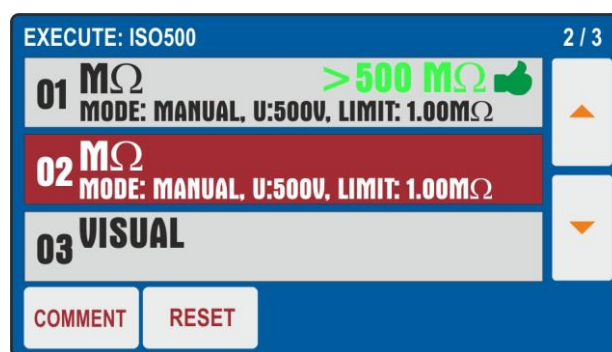

Fig. 77: Funzione AUTO TEST – Risultato parziale test 01
5. Premere nuovamente il tasto **START/STOP** per terminare il test "01". Lo strumento salverà il primo risultato parziale dell'Autotest e si predispone automaticamente per l'esecuzione del test successivo "02" (vedere Fig. 77)